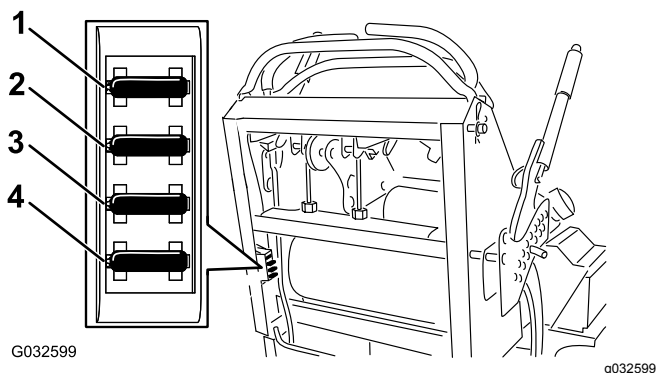

Figura 51
- Retire o fusível e substitua-o (Figura 51).